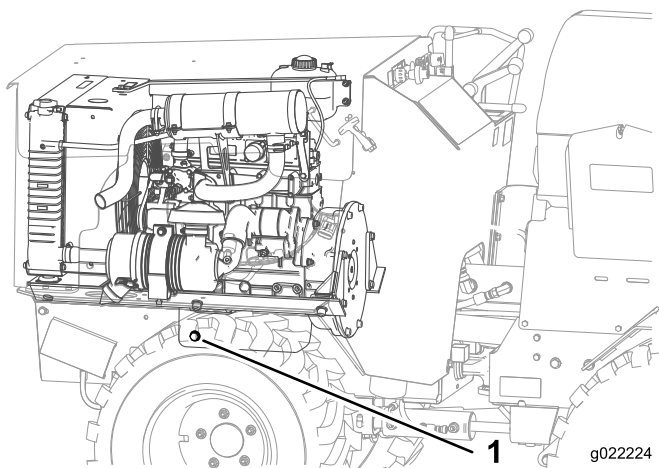

Figura 30
4. Retire el tapón de llenado y el perno de vaciado (Figura 30).